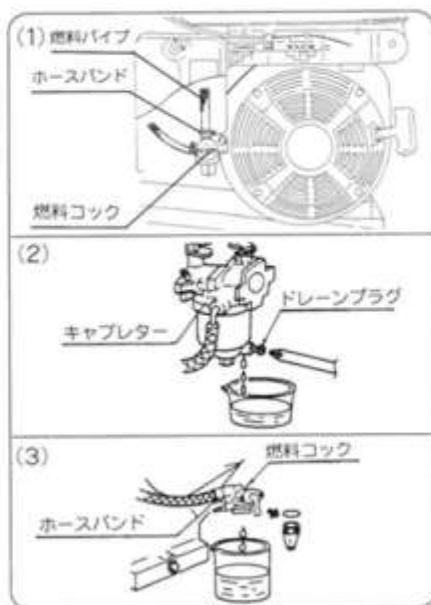

図68
- ③ ガソリンの抜き取り(図68)
- (1) 燃料タンク内のガソリン抜き取り